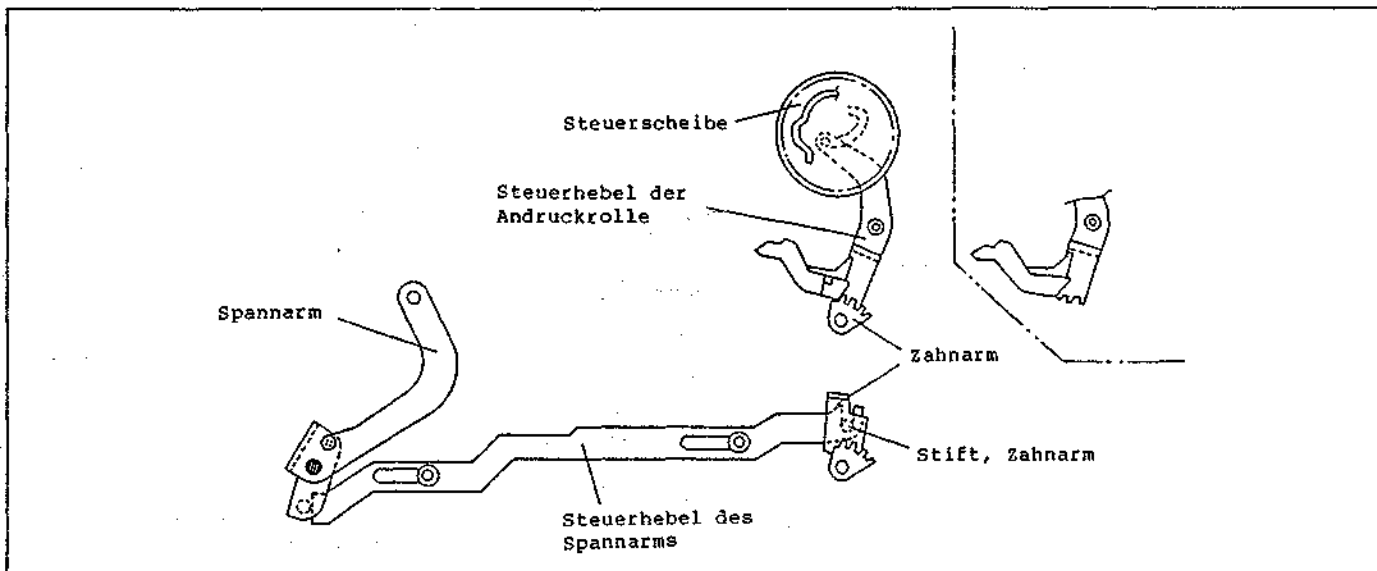

Abb. 7-7 Steuermechanismus für den Spannarm
der Justierschraube am Ende des Spannbandes einstellen. Wird die Kassette herausgenommen, so wird der Spannarm durch die Steuerstange seines Steuerhebels in die Stopposition zurückgeführt (siehe Abb. 7.7)
(4) Der Steuermechanismus für den Spannarm (Abb. 7.7) Abbildung 7.7 stellt den Steuermechanismus für den Spannarm dar. Die untere Nocke der Steuerscheibe ist mit dem Stift an dem einen Ende des Andruckrollensteuerhebels verbunden, dessen anderes Ende über eine Zahnung mit